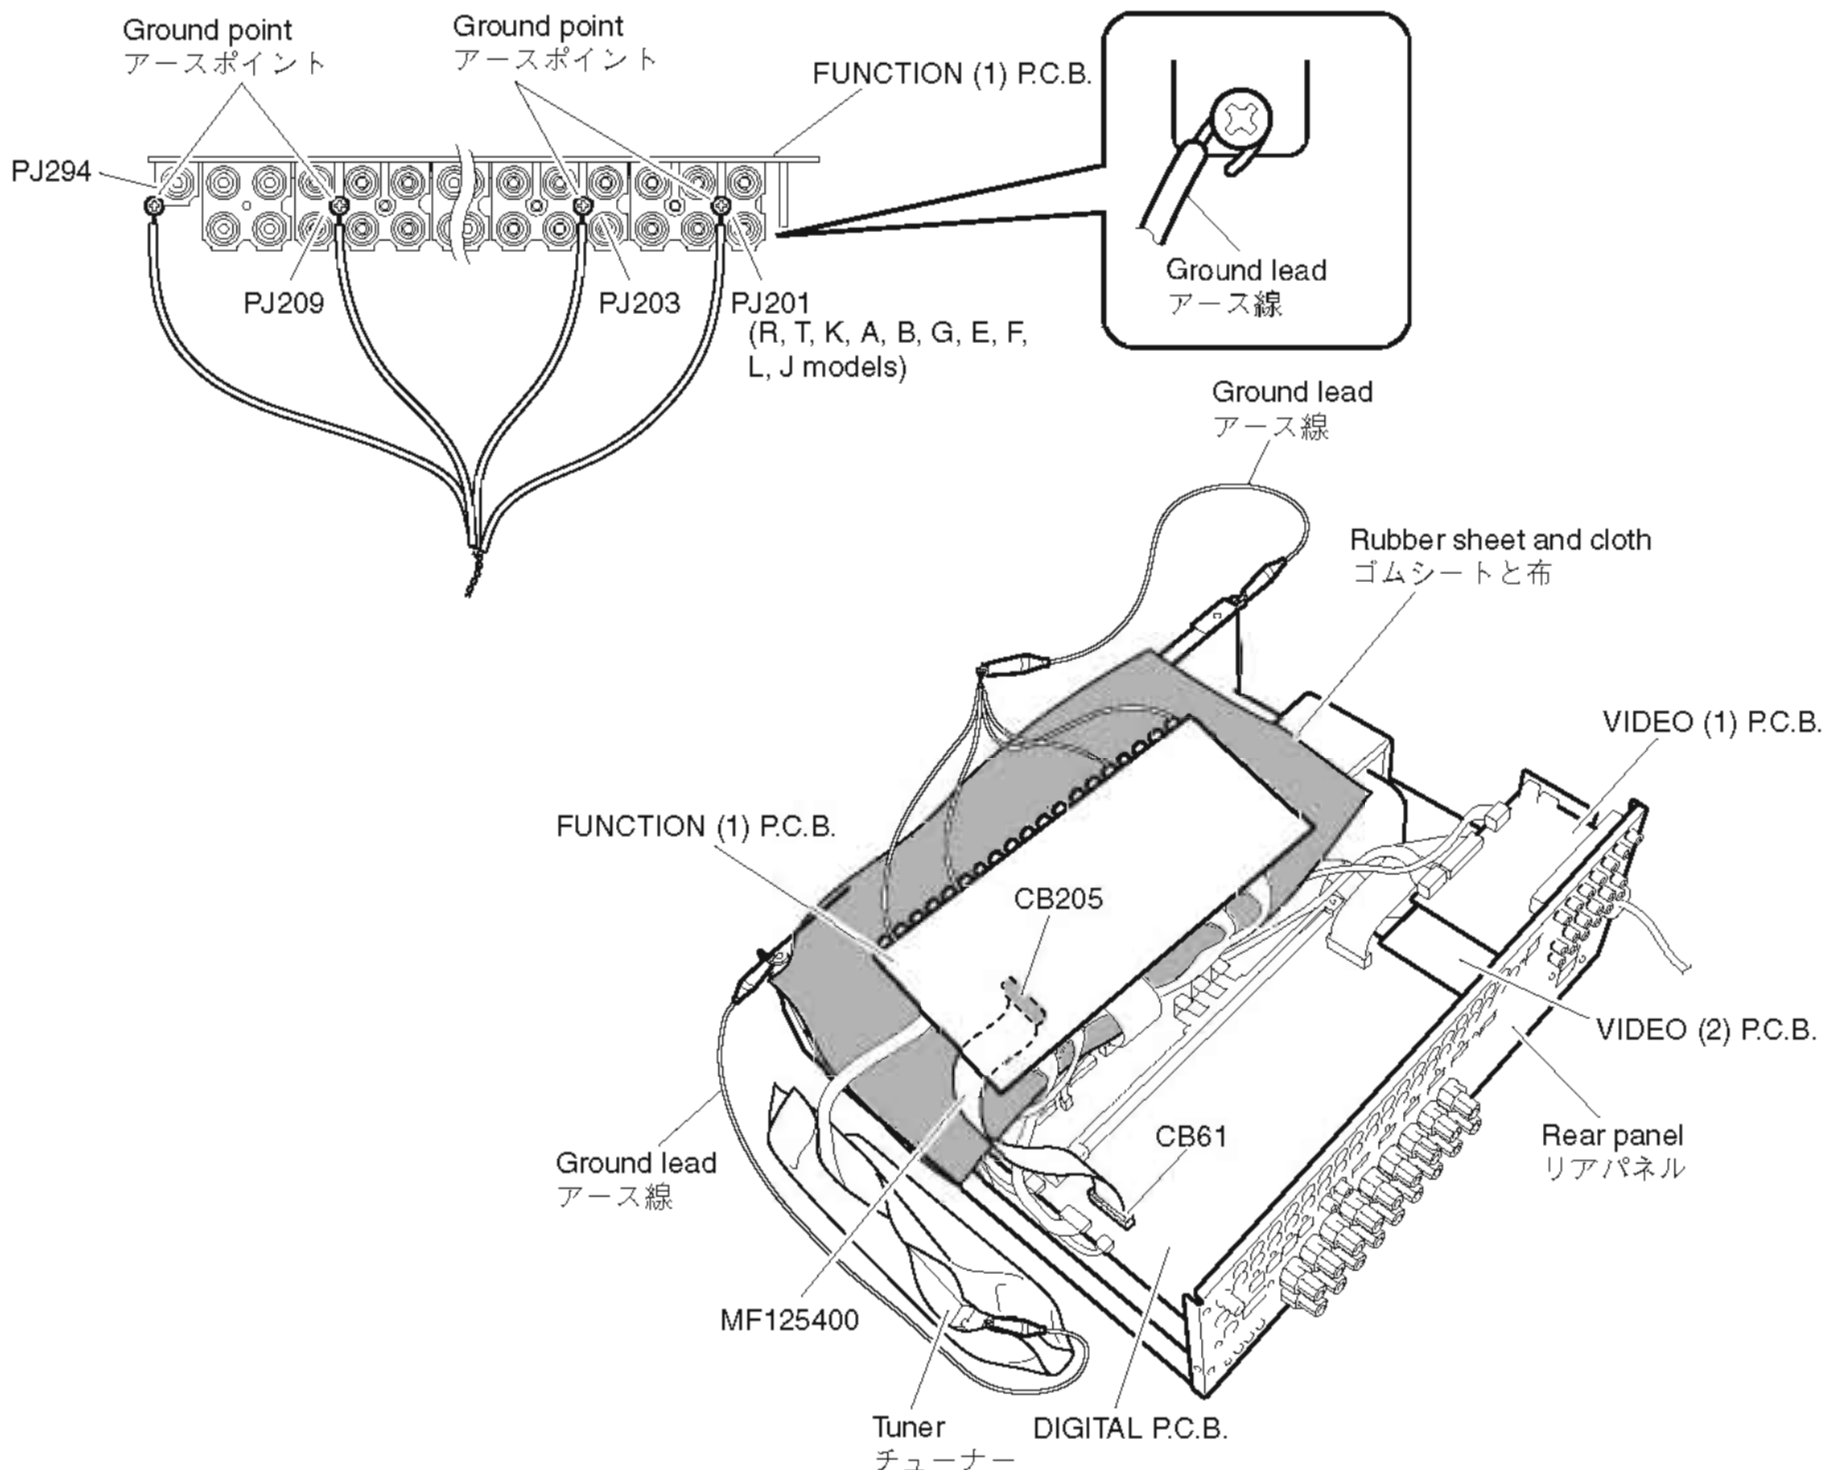

Fig. 10
- Put the rubber sheet and cloth over the equipment. Then place the FUNCTION(1) P.C.B. upside down on the cloth and check it. (Fig. 10)
- Be sure to use the extension cable for servicing for the following section. (Fig. 10)
- In this unit, the ground of P.C.B.s shown below is connected to the rear panel and chassis. When FUNCTION (1) P.C.B. is removed from the rear panel and chassis, connect the ground point to the rear panel or chassis, using a ground lead or the like. (Fig. 10)
- 本機の上にゴムシートと布を敷き、その上にFUNCTION(1)P.C.B.を裏返しに置いてチェックします。(Fig. 10)
- 次の区間は、サービス用延長ケーブルを使用してください。(Fig. 10)
- 本機ではP.C.B.のアースがリアパネルおよびシャーシに接続されています。FUNCTION(1)P.C.B.をリアパネルおよびシャーシより取り外した場合、リード線等でアースポイントをリアパネルまたはシャーシに接続してください。(Fig. 10)